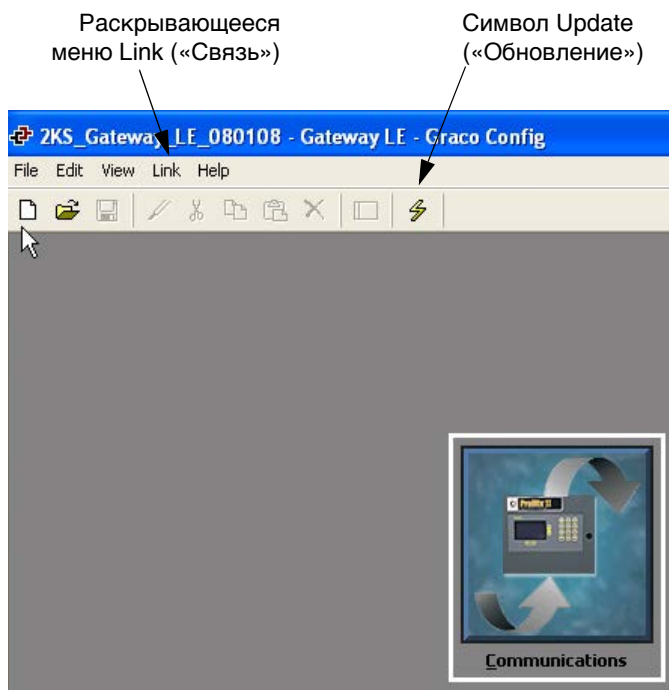

Рис. 16: Главная страница GracoConfig
3. Щелкните File («Файл») > Open («Открыть») и выберите файл с расширением .gg2. После загрузки файла его название должно появиться в верхней части окна (Рис. 16).
4. Загрузите базу данных с помощью команды Link («Связь») > Update («Обновить»). Для экономии времени можно щелкнуть по символу Update («Обновление») , расположенному на панели инструментов. См. Рис. 16.